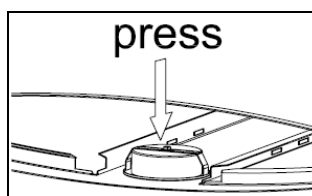

图. 12
## 灯泡的更换 (图. 12 & 12.1)
- 从机体内部按压灯泡组件 (图. 12).